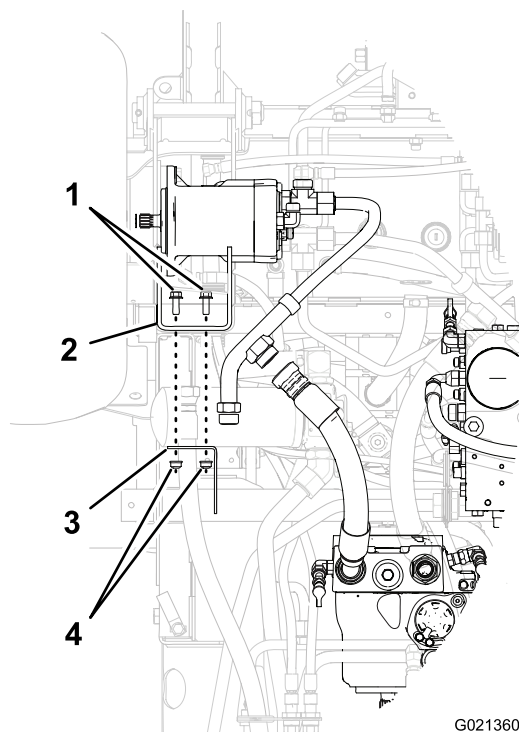

Figura 5
3. Remova os 2 parafusos e as 2 porcas que fixam a chumaceira de suporte ao suporte do chassis e remova a chumaceira de suporte (Figura 5).